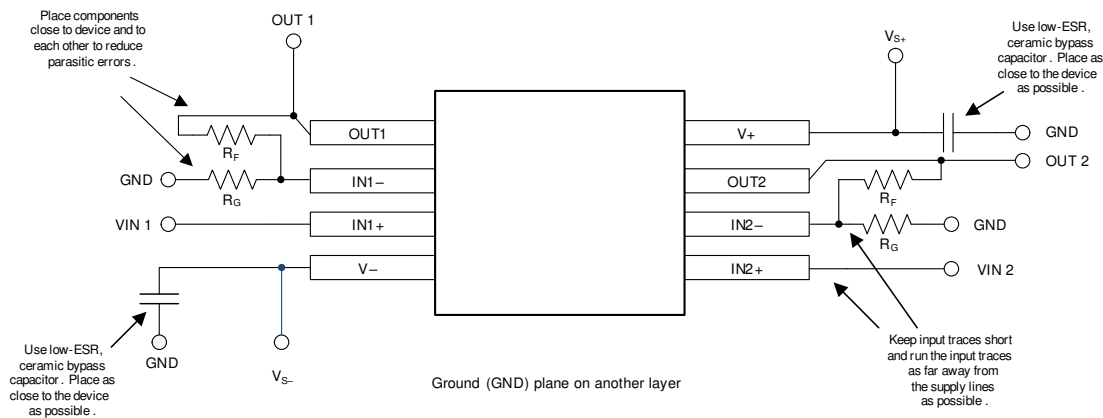

図 7-12. レイアウト例
- 外付け部品は、可能な限りデバイスに近く配置します (図 7-12 を参照)。 $R_F$  と  $R_G$  を反転入力に近付けて配置すると、寄生容量を最小化できます。